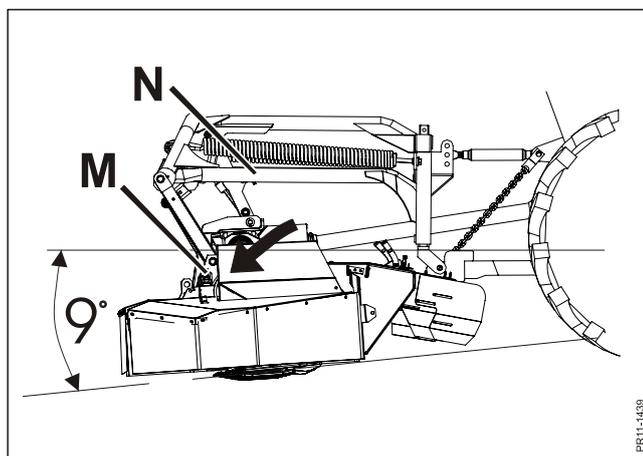

Fig. 3-4
**Fig. 3-4** Wenn das Gelände vor der Maschine nach vorn fällt, bewegt sich die Schneideinheit **M** nach unten im Verhältnis zum Toprahmen **N**. Gleichzeitig mit dieser Bewegung dreht sich der Messerbalken nach vorne, wodurch die Stoppelhöhe auf der gewünschten Länge verbleibt.